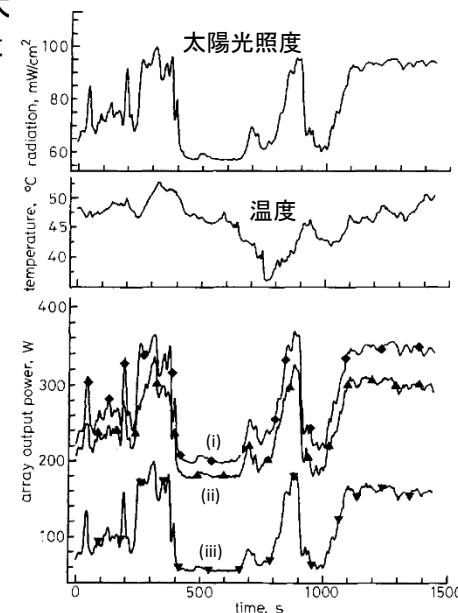

図2 最大電力追従増分コンダクタンス法による実証試験
- 最大電力追従増分コンダクタンス法は、P-V曲線の傾きが最大電力点でゼロになる特性を利用した制御法です。温度や雲量等の諸条件が変化しても、逐次最大電力点に達するまで動作電圧を調整して、出力する電力の効率を大幅に向かうことが明らかになりました(図2)。